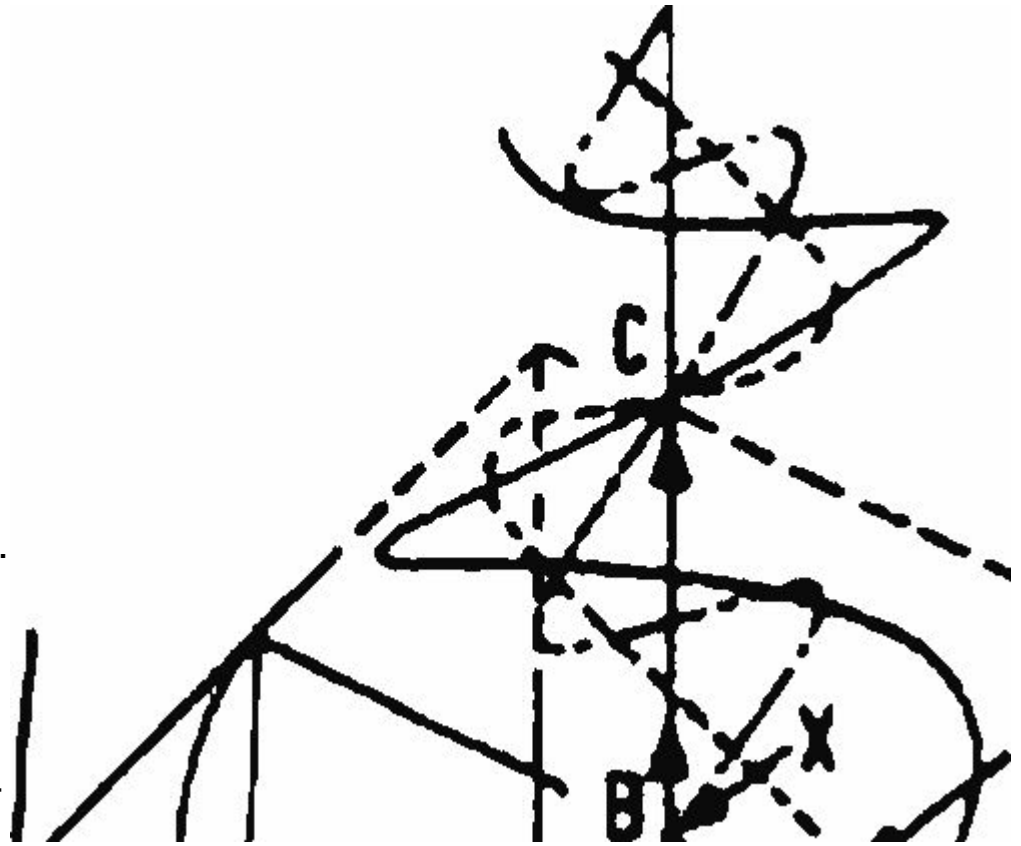

Рис.7 Вращение плоскости поляризации в анизотропном кристалле
- Для поворота плоскости поляризации на **45°** применяют специальный анизотропный кристалл (**Рис.7**) с различными индексами отклонения в направлении X и Y. Линейно поляризованный луч, падающий в точку **A**, проходит анизотропный кристалл толщиной **d** и выходит из кристалла в точке **B**, изменив свою фазу на **90°** ($1/4 \cdot 360° = 90°$).